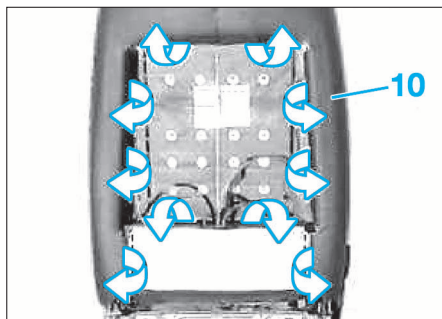

FIG. 13
- Décrocher le garnissage de dossier (10) du cadre de dossier (Fig.13).